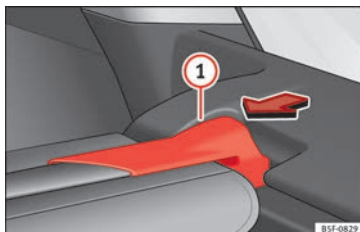

Fig. 162 En el maletero: desmontar la bandeja portaobjetos.
- Presione el soporte de la bandeja portaobjetos »» fig. 162 ① en el sentido de la flecha.
- Encaje el soporte de la bandeja portaobjetos »» fig. 162 ① en el alojamiento derecho.
- Compruebe si el soporte »» fig. 162 ① está encastrado correctamente.